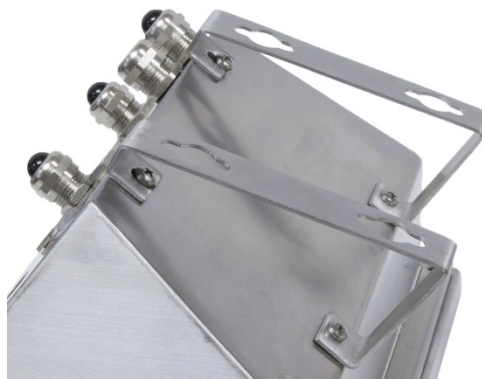

Abbildung 2-12: Anbau der Haltewinkel für Schaltschrankeinbau
1. Schrauben Sie die beiden Haltewinkel an den Boden des Gehäuses mit den vier mitgelieferten Schrauben M4. Die Haltewinkel müssen wie im Abbildung 2-12 angebracht werden.